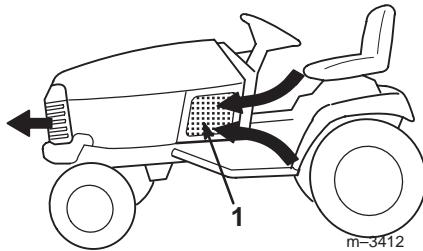

Figure 8
2. Contrôlez la propreté des grilles d'entrée d'air (Fig. 8).